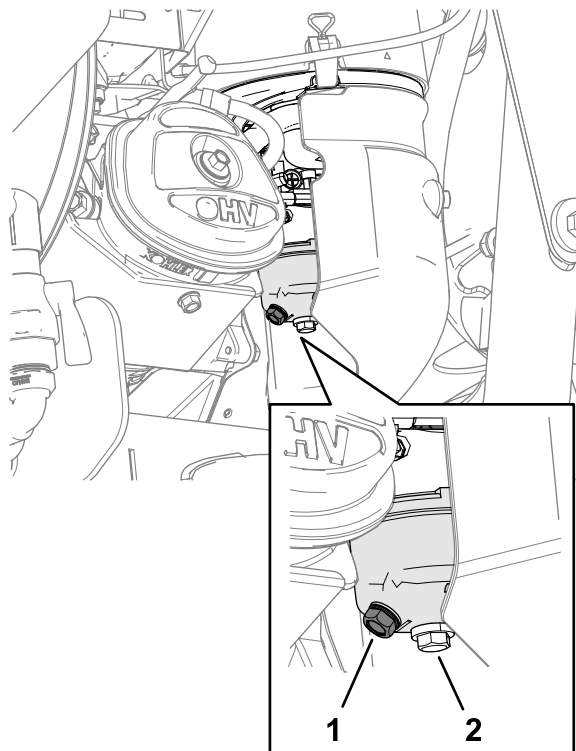

Figure 74
2. Localisez le boulon de vidange dans l'orifice latéral de la cuve du carburateur (Figure 74).